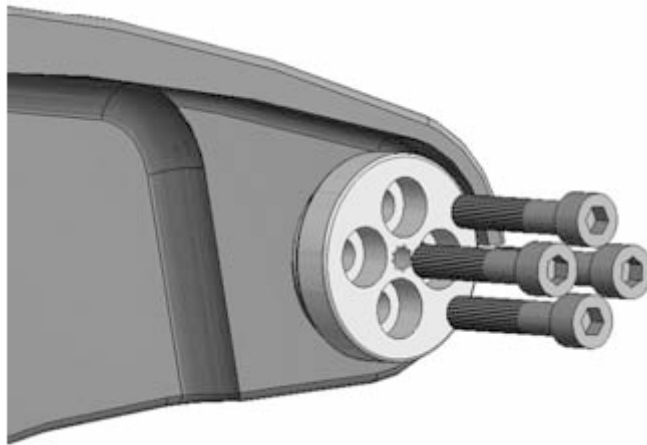

Figura 58. Montaggio dei giunti
3. Stringere i bulloni (4 per lato) (figura 58).